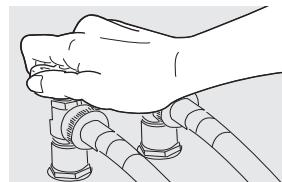

fig. 7
- Abra el suministro de agua y verifique que no haya fugas. (fig. 7).